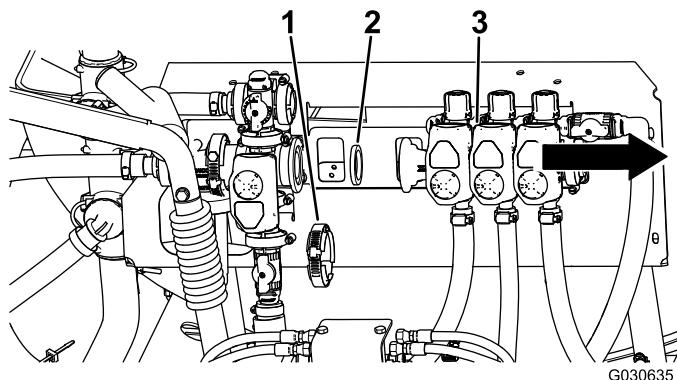

Figura 5
- Allontanate con cautela il gruppo valvole della barra dalla valvola KZ (Figura 5).
- Rimuovete la guarnizione esistente nel corpo della valvola (Figura 5).